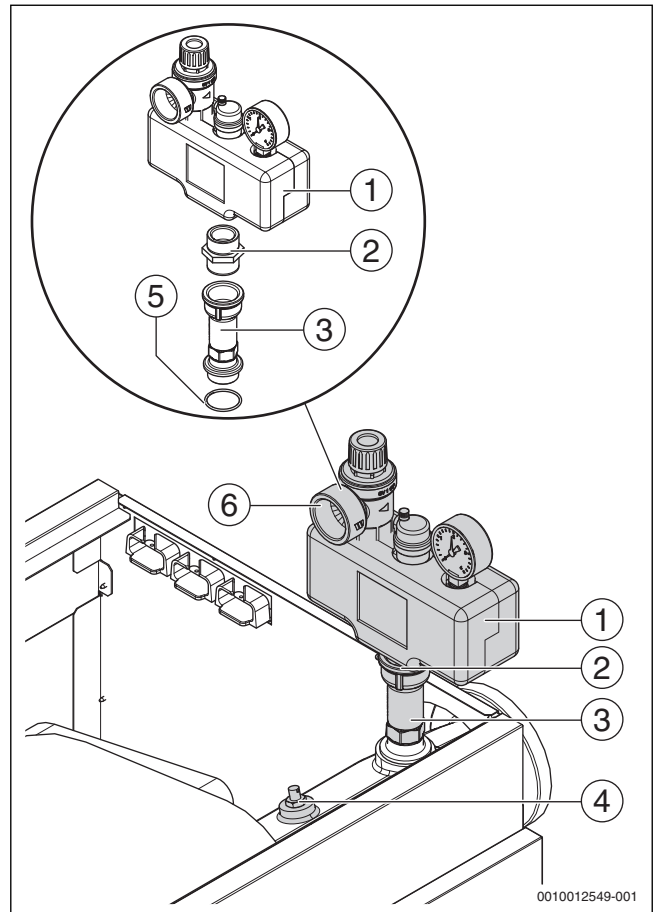

Рис. 17 Комплект безопасности 3 бар (показано правое исполнение котла)
- ▶ Установите предохранительный клапан на резьбовой штуцер подающей линии котла с подходящим герметиком или с прилагаемыми уплотнениями (→рис. 17).